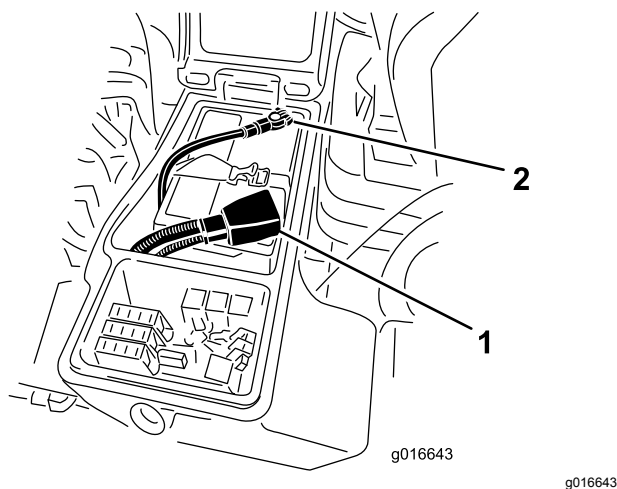

Рисунок 84
6. Подсоедините положительный кабель (красный) к положительной клемме (+), а отрицательный кабель (черный) – к отрицательной (–) клемме аккумуляторной батареи (Рисунок 84).